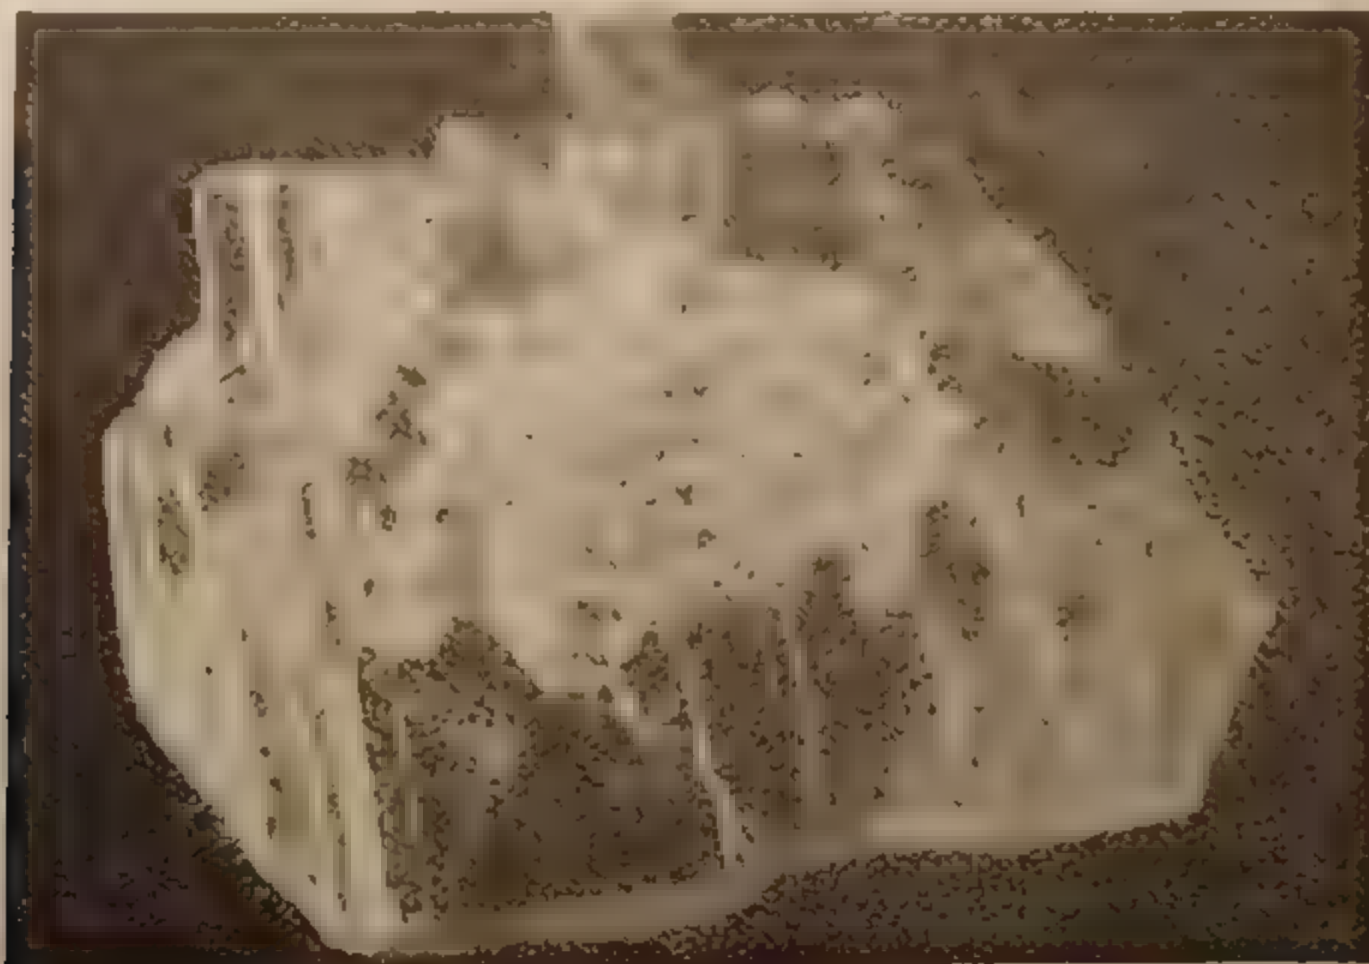

FIG. 142. - Mica muscovite con quarzo.
**La muscovite** (fig. 142 e 143) (2) è la mica più tipica; essa si presenta in grandi lamine sfaldabili di color gialliccio o verdolino, ma che ridotte in fogli sottili sono incolori e trasparenti, sono molto elastiche, infrangibili, cattive conduttrici del calore e dell'elettricità. Durezza 2-2,5. È infusibile, intaccata solo dall'acido fluoridrico, inalterabile all'aria.